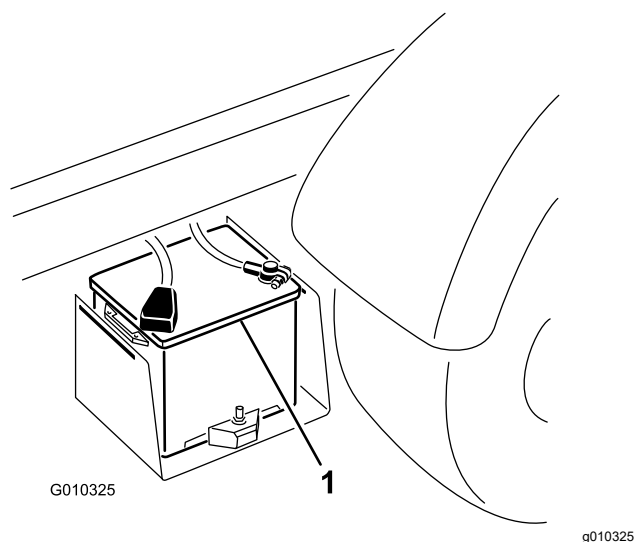

Figura 51
2. Ligue um cabo entre os pólos positivos das duas baterias (Figura 51). O pólo positivo pode